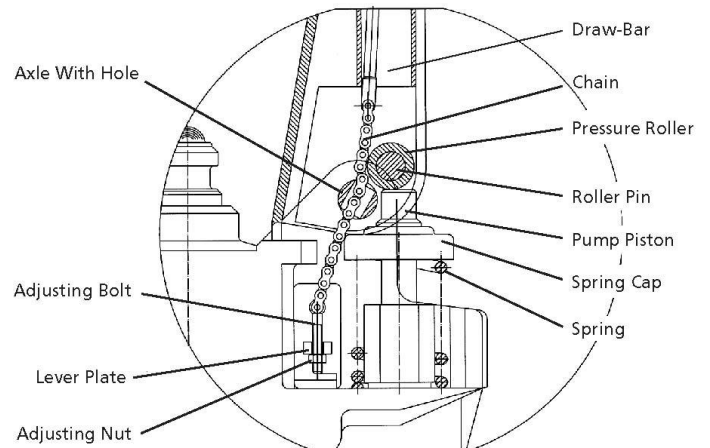

Fig. 7: Set fra siden
- b) Indstil betjeningsgrebet på håndtaget til 'LOWER' position, før derefter justeringsmøtrikken gennem hullet på akslen med hånden (Fig. 7).